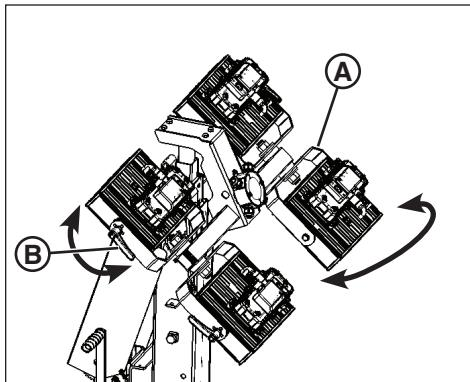

Figure 9
- Saisir et tourner la chape de luminaire (**A**, Figure 9) pour ajuster chaque luminaire côté à côté.
- Desserrer le bouton de verrouillage du luminaire (**B**, Figure 9) pour ajuster la hauteur du luminaire. Serrer le bouton de verrouillage après l'ajustement.